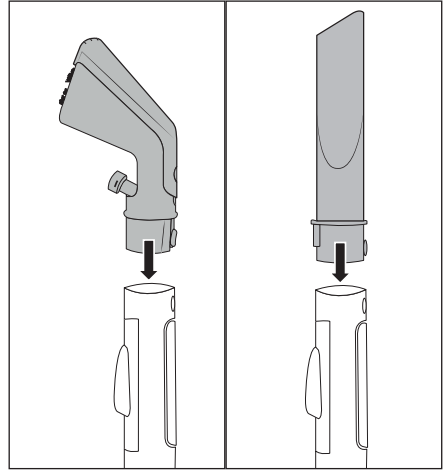

Abb. 3
- ◆ Stecken Sie die Polsterdüse **22** oder die Fugendüse **29** in den Sprüh-/Saugschlauch **19**, bis die Verriegelungstaste **25/32** einrastet (siehe Abb. 3).